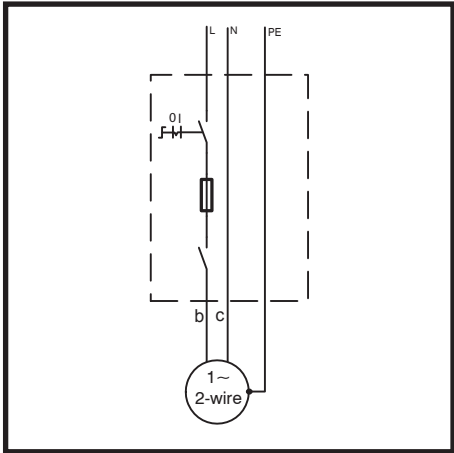

Fig.: 16
2. Super Stainless 2-wire Anschluß (Fig.: 16)